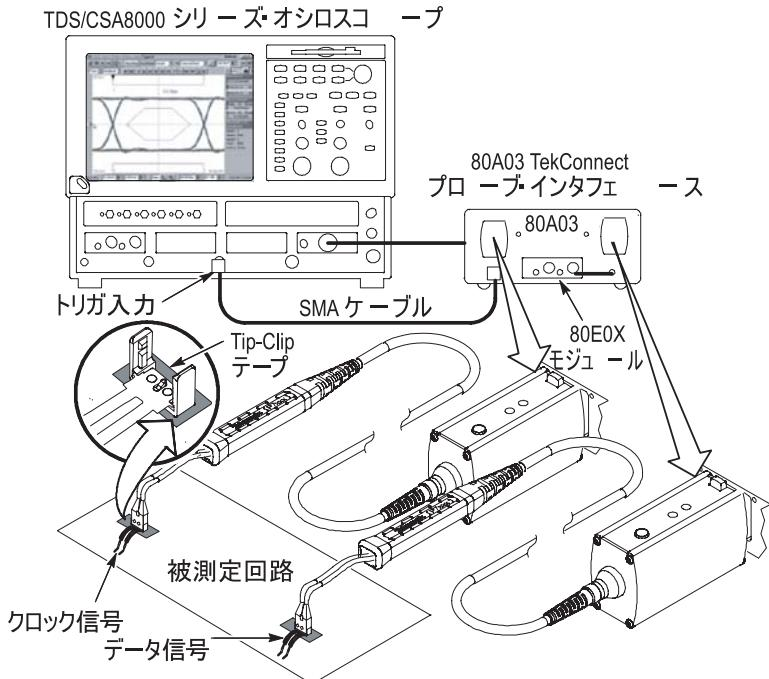

図 21 : TDS8000 サンプリング・オシロスコープ
- 80A03 のチャンネルの 1 つに接続し、測定する信号に同期してトリガ信号を提供するソースとなるクロックをプロービングします。図 21 を参照してください。
RTPA2A TekConnect プローブ・アダプタをリアルタイム・スペクトラム・アナライザおよび TekConnect プローブと共に使用すると、特定の RF コンポーネントの測定を非常に簡単に実行できます。図 21 を参照してください。